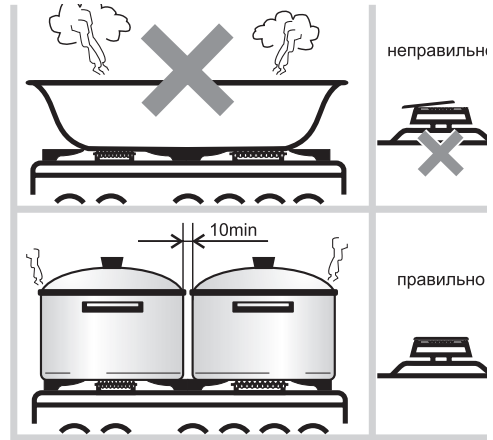

Рис.20
- Размеры посуды (см. табл. 4 и рис.20) и режим работы горелок нужно выбирать таким образом, чтобы пламя не выходило за края и не «лизало» боковые стенки.
- Запрещается устанавливать на решетки какие-либо дополнительные рассекатели пламени и пользоваться горелками со смещенными крышечками (рис. 20).